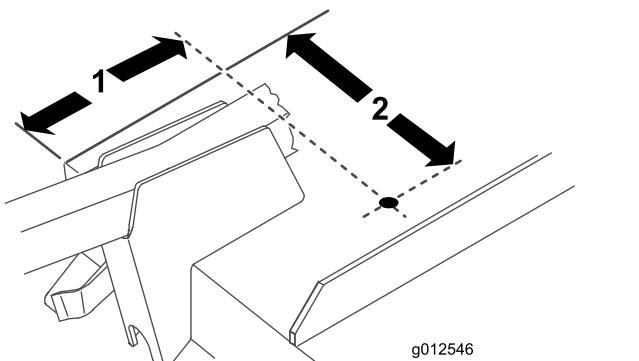

図 18
- 図 18 に示す寸法に従って、デッキに直径 10.3mm の穴を1つ開ける。図中の寸法は、デッキの右前角および排出口のエッジから測定したものである。便宜上、プロア用ブラケットは描かれていない。